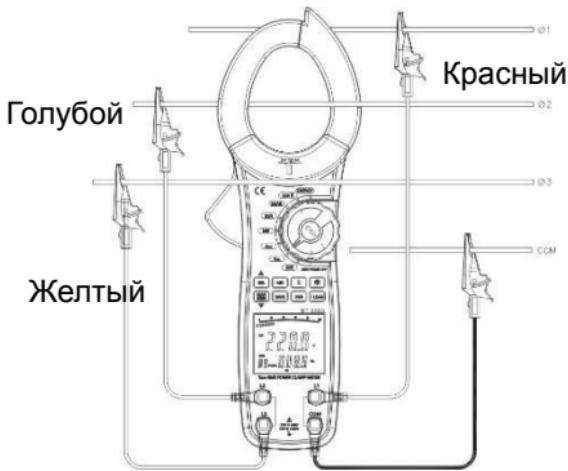

Рис. 4
A. Напряжение переменного тока (основной экран) + частота (вторичный экран) (см. рис. 4)